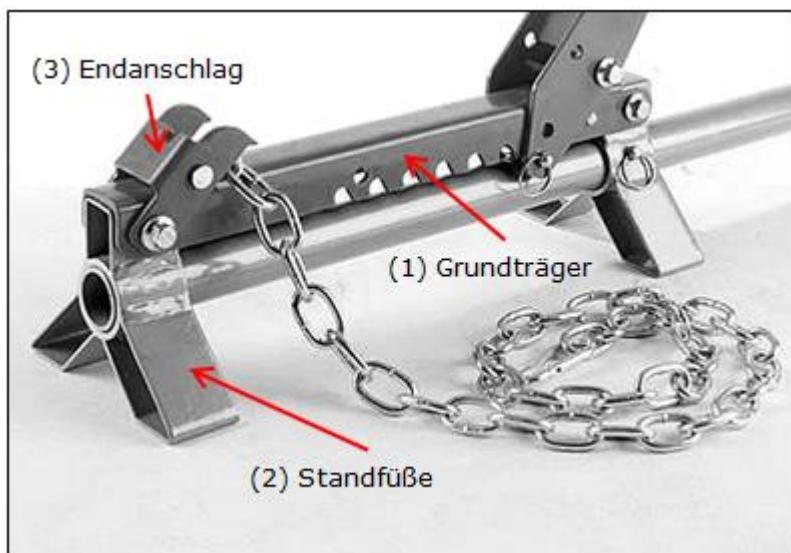

Figura 1
1. Montare innanzitutto il supporto di base (1) sui piedi (2) con il fermo terminale (3). Per fare ciò, utilizzare le viti in dotazione (rondelle M10*55, M10 e viti M10 montate in direzioni opposte. Vedere la Figura 1 per la struttura corrispondente.